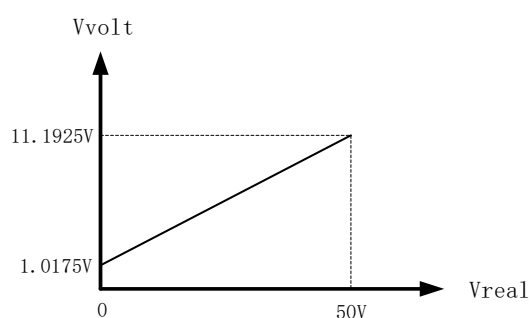

图 4-19 信号等效电路
2. 焊机实际显示电压值与焊机电压模拟量输出值之间的对应关系，如图 4-19 所示。